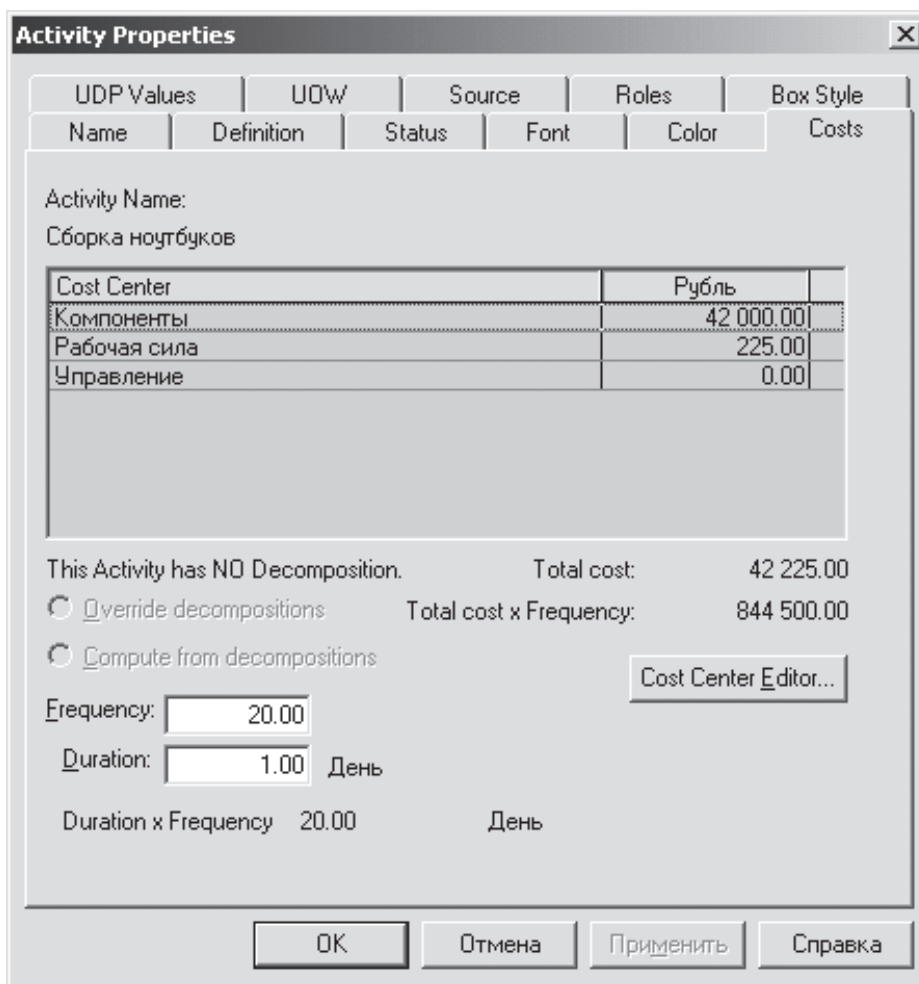

Рис. 9.3. Вкладка Cost диалогового окна Activity Properties
- Для назначения стоимости работе следует выделить ее правой кнопкой мыши и выбрать в контекстном меню Cost (рис. 9.3).